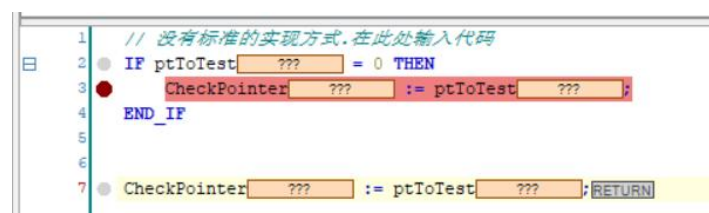

图 16.13 添加断点
- 在新增代码处添加断点，如图 16.13 所示，并激活（快捷键 F9）；